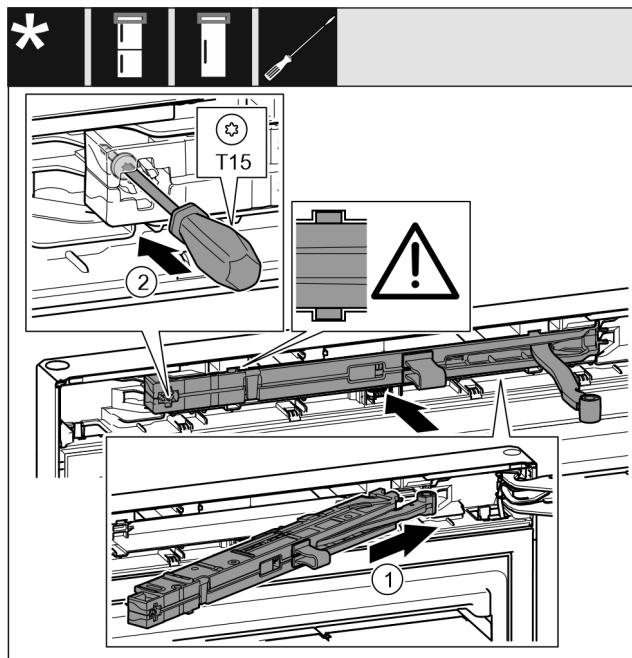

Fig. 24
- Schließdämpfereinheit Fig. 24 (1) auf der Lagerbockseite bis zum Anschlag schräg in die Aussparung einschieben.
- Schraube Fig. 24 (2) mit einem Schraubendreher fest-schrauben.